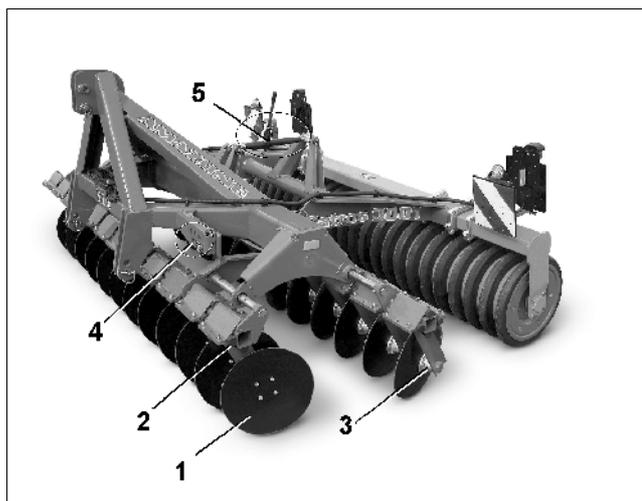

Fig. 4
**Catros 3001** (Fig. 4) og **4001** med en arbeidsbredde på 3 hhv. 4 m kan fås som stivt redskap.
Skålene (Fig. 4/1) som arbeider uten tiltetninger, er montert forskjøvet i en vinkel i forhold til kjøreretningen på 17° foran og 14° bak.
Etter å ha overvunnet hindringer blir skålene med 460 mm diameter, ved hjelp av gummi-fjær-elementer (Fig. 4/2) tvunget tilbake i arbeidsstilling igjen.
Skålene (Fig. 4/3) er opplagret med toradet vinkelkontaktkulelager med tetningsringer og oljefylling og er dermed vedlikeholdsfri.
Begge skålrakkene forskyvning blir stilt inn med forskyvningsenheten (Fig. 4/4) så den passer til arbeidsdybde og hastighet. Innstillingen skjer med AMAZONE-eksenterbolten.